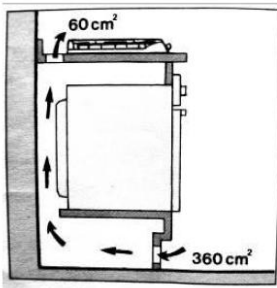
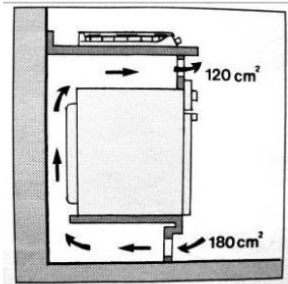

Fig. 5
Fig. 6
- i) En el caso de instalar un horno de encastrar debajo de la placa de gas, se recomienda mejorar la ventilación alrededor del horno, para evitar un calentamiento excesivo, coloque una rejilla para la entrada de aire desde la parte inferior del horno y otra rejilla en la parte superior de la encimera (Fig. 5) o en la parte frontal-superior del horno (Fig. 6).